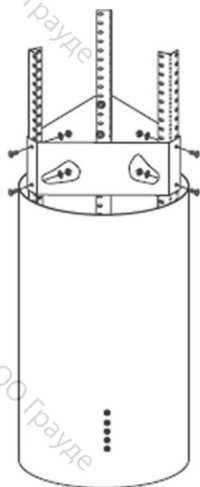

Рисунок 6
7. Наденьте фиксацию на три установленных уголка. Затем с помощью 6 винтов М4х10, гаек М4 и шайб закрепите. См. рисунок 6.